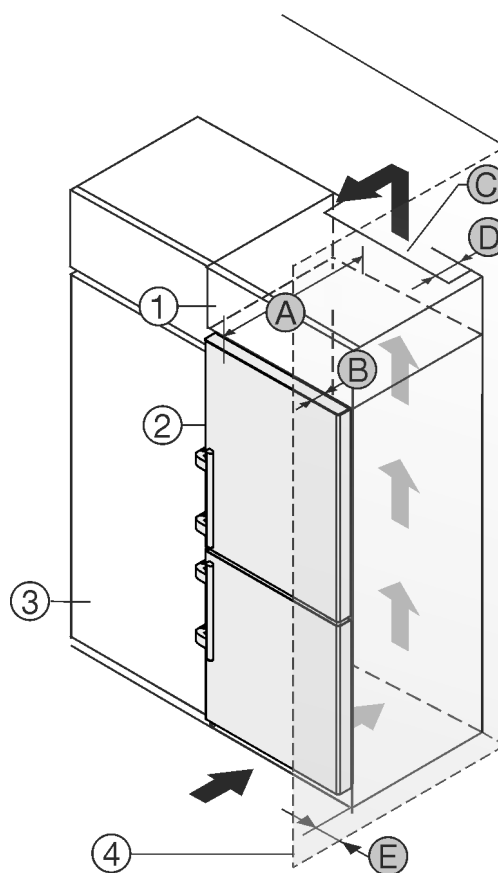

Fig. 2
- (1) Επικαθήμενο ντου - λάπι*
- (2) Συσσκευή*
- (3) Ντουλάπι κουζίνας*
- (4) Τοίχος*
- (A) Βάθος συσκευής*
- (B) Βάθος πόρτας*
- (C) Διατομή αερισμού*
- (D) Απόσταση πλάτης συσκευής*
- (E) Απόσταση από το πλάι της συσκευής*
Μπορείτε να τοποθετήσετε τη συσκευή ακριβώς δίπλα από το ντουλάπι κουζίνας Fig. 2 (3)*
Στην πίσω πλευρά του επικαθήμενου ντουλαπιού πρέπει να υπάρχει ένα κενό εξαγωγής αέρα με βάθος Fig. 2 (D) σε όλο το πλάτος του επικαθήμενου ντουλαπιού.*
Κάτω από την οροφή του δωματίου πρέπει να τηρείται η διατομή εξαερισμού Fig. 2 (C)*
Εάν τοποθετήσετε τη συσκευή με τους μεντεσέδες δίπλα σε κάποιον τοίχο Fig. 2 (4), τότε πρέπει η απόσταση ανάμεσα στη συσκευή και στον τοίχο να ανέρχεται σε τουλάχιστον 57 mm. Αντιστοιχεί στην προεξοχή της χειρολαβής όταν η πόρτα είναι ανοιχτή.*
Για να μπορείτε να ανοίγετε τελείως την πόρτα, πρέπει η συσκευή να προεξέχει κατά το βάθος της πόρτας Fig. 2 (B) από την πρόσοψη του ντουλαπιού κουζίνας. Η συσκευή μπορεί να προεξέχει περισσότερο, ανάλογα με το βάθος των ντουλαπιών κουζίνας Fig. 2 (3) και την χρήση αποστατών τοίχου.*